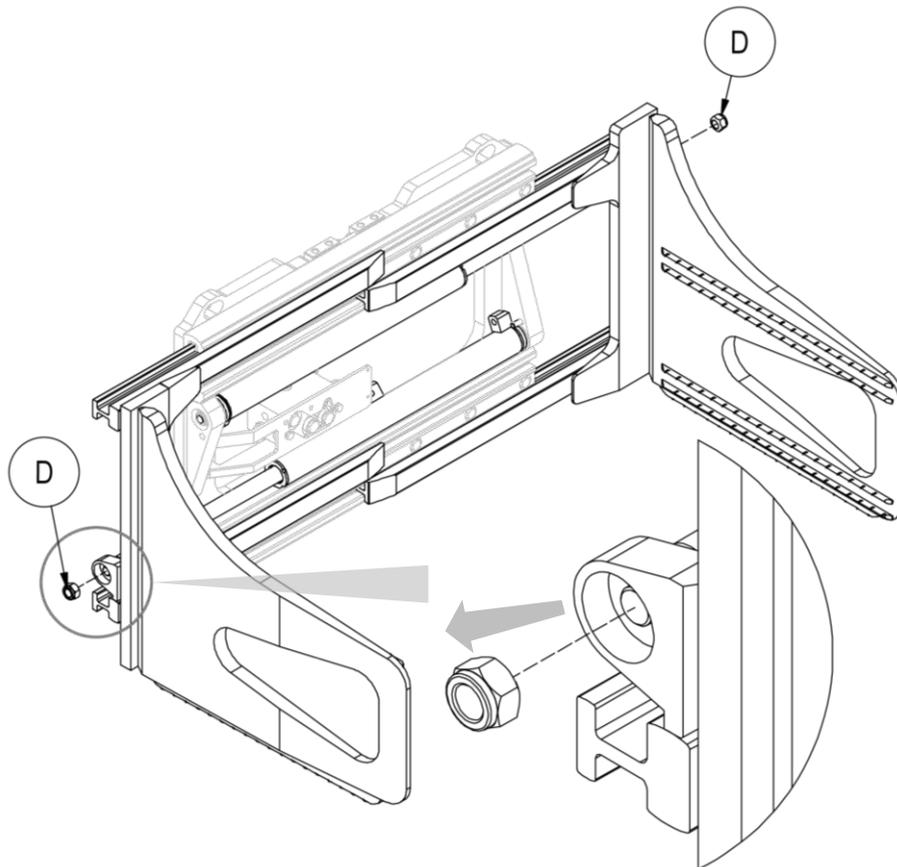

Figura 26
3. Rimuovere i dati **D** che vincolano i cilindri alle forcelle (vedi Figura 26).